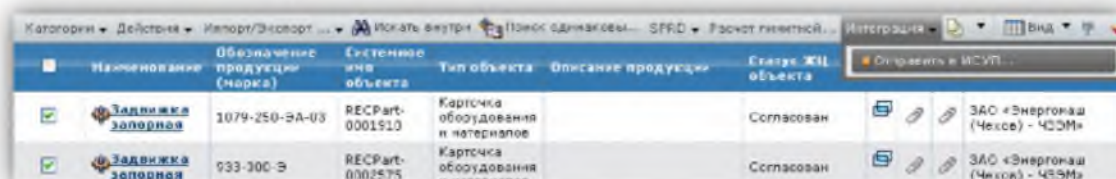

Рисунок 7.1.4.1 – Окно выбора карточек ЕОНКОМ для отправки в «ИСУП НИАЭП»
– выделить необходимую карточку оборудования, установив флаг в соответствующем поле напротив выбранной карточки (рисунок 7.1.4.1).
– на панели инструментов в меню «Интеграция» нажать на кнопку «Отправить в ИСУП» (рисунок 7.1.4.1). Кнопка доступна из карточки (вкладка «Общие сведения»), из общего поиска и поиска карточек:
– После нажатия откроется форма для заполнения обязательных атрибутов (Рисунок 7.1.4.2):